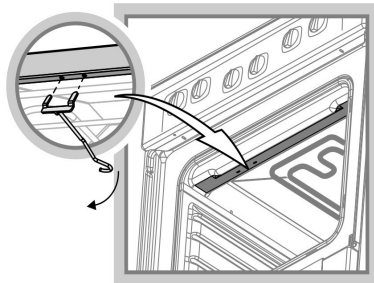

Рис. 8
- Повесить крючок (рис. 8)
- Установите крючок, для чего вставьте «усы» крючка в пазы верхней полки проема духовки и опустите крючок вниз (рис. 8).